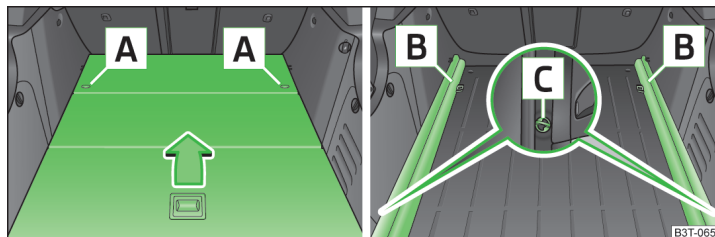

Abb. 111 Gepäckraum: Variablen Ladeboden ausbauen / Tragschienen ausbauen
- Den variablen Ladeboden durch Drehen der Sicherungsösen **A** » Abb. 111 nach links um ca. 90° entriegeln.